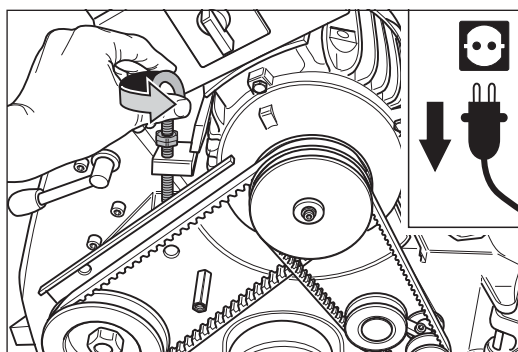

Abb. 59 Entspannen der Keilriemen durch Lösen der Spannschraube. **Abbildung ähnlich.**
- 3 Nehmen Sie den Riemenschutz ab und entspannen Sie die Keilriemen durch lösen der Spannschraube am Motor (Abb. 59).